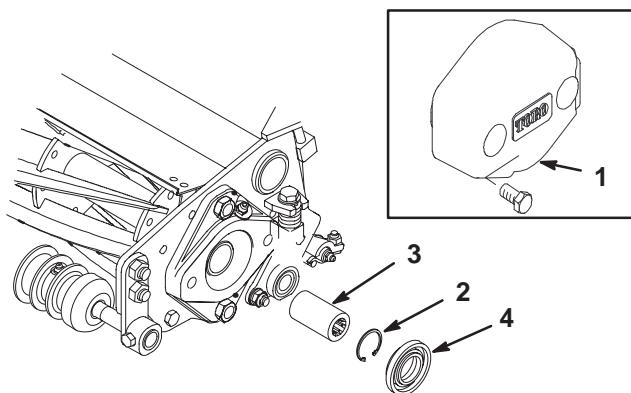

Figure 9
- A. Retirez les 2 vis à tête qui fixent le contrepoids à l'extrémité gauche du plateau de coupe. Déposez le contrepoids (Fig. 9, encadré).
- B. Retirez l'entretoise en plastique à chaque extrémité du plateau de coupe (Fig. 9).
- D. Appliquez de la graisse à l'intérieur du coupleur d'entraînement. Montez le coupleur à l'extrémité gauche du plateau de coupe au moyen d'un jonc d'arrêt (Fig. 9).